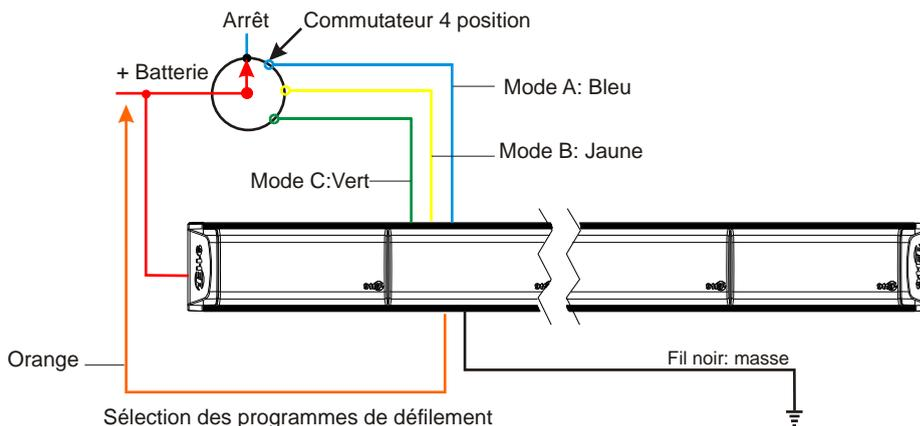

Figure 3. Câblage préalable
3.2.2 CÂBLAGE PREALABLE (Figure 3.)